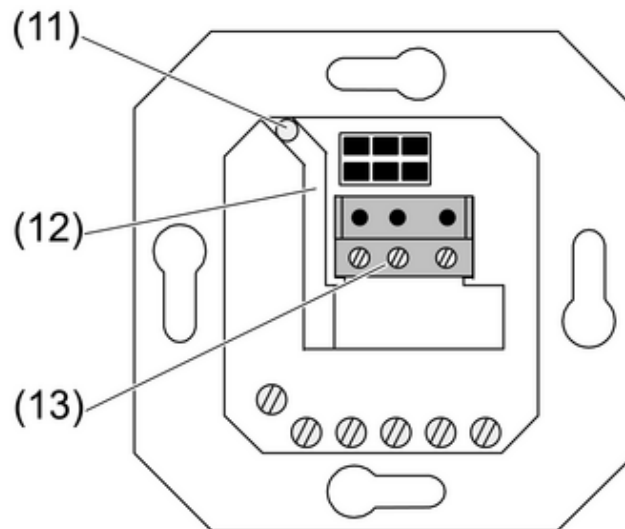
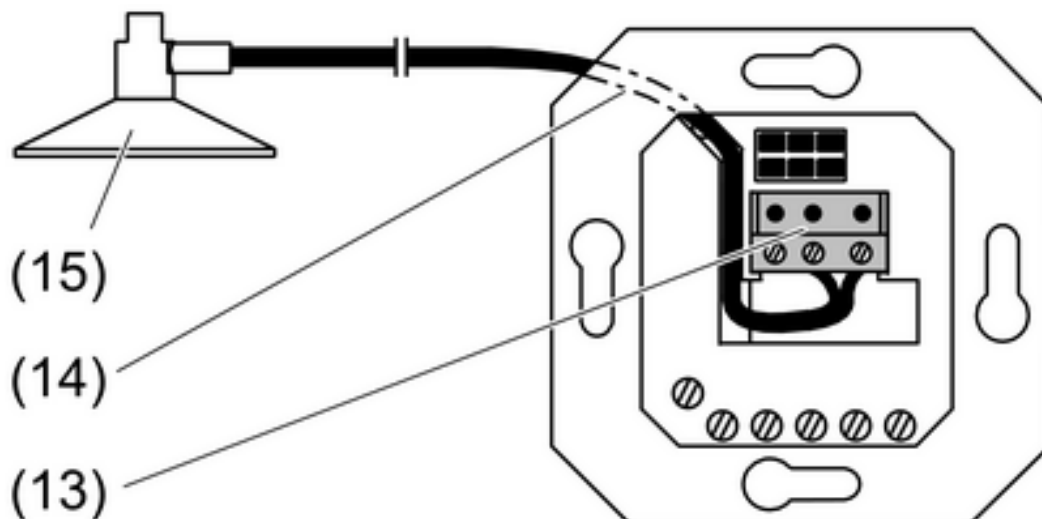

Figura 7: Instalación empotrada del cable del sensor
Figura 8: Instalación sobre superficie del cable del sensor
La instalación del cable de sensor se puede realizar de tres formas diferentes. Instalación empotrada (figura 7), instalación sobre superficie (figura 8) y, con los interruptores correspondientes, introducir el cable del sensor en el interruptor (figura 9).
- Introducir el cable a través del orificio (11) del módulo y guiarlo, a lo largo del canal para el cable (12), hasta el bloque de terminales (13) (figura 7).
- Para la instalación sobre superficie del sensor interno (15) córtese la clavija.
- Pasar el cable del sensor por detrás de la placa soporte (14) a través del canal para el cable hasta el terminal de conexión (13) (figura 8).